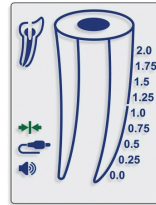

Fig. 3
5.3.2. O ícone "Connection" ➡➡ deve aparecer na tela, indicando a conexão apropriada (Fig. 3).